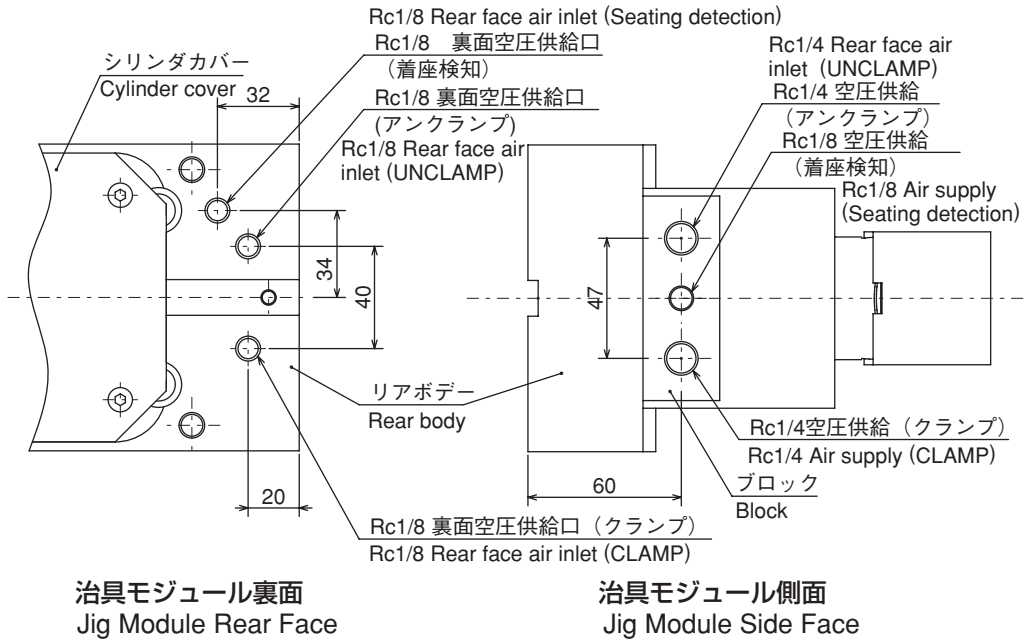
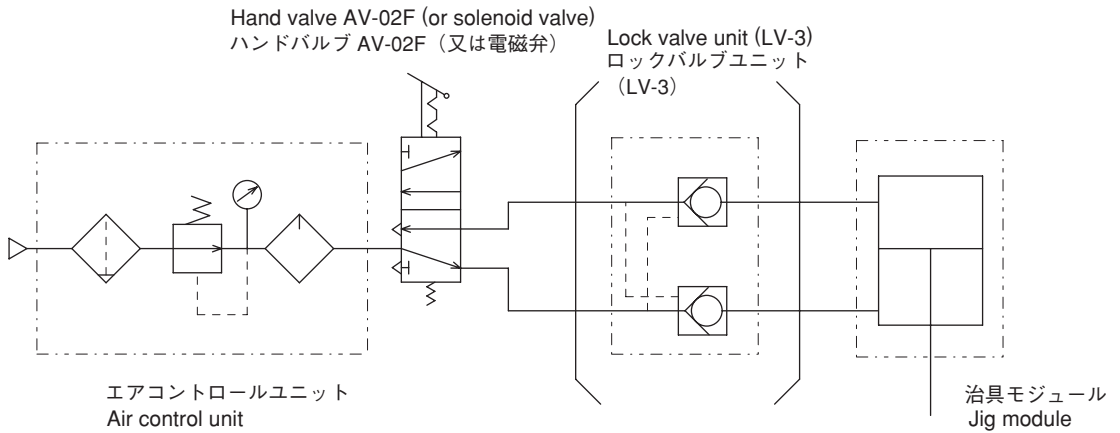

Fig.4-4 空圧回路図 Air Circuit Diagram
Fig.4-5 空圧配管図 Air Piping Diagram
(1) 配管方法
- ①エアコントロールユニットは、できるだけ治具モジュールの近くに取付けて下さい。
- ②配管内の塵埃は完全に除去して配管して下さい。塵埃が混入すると、エア漏れの原因となります。
- ③電磁弁使用の場合は必ず無通電時、把握する回路に配管して下さい。
- ④ルブリケータのオイル量(粘度ISO VG32相当品)を適正な量にして下さい。オイルがなくなるとシリンダ摺動面のOリングがねじれエア漏れの原因となります。
- ⑤Fig.4-4のように空圧供給はブロックの空圧供給口から行います。(詳細寸法はFig.1-1. 外形図を参照して下さい)
- ⑥空圧配管図の一例をFig.4-5に示します。
(1) Piping method
- ①Mount the air control unit to the jig module as near as possible.
- ②Remove dust in the pipes completely before piping. If the dust is mixed into the air, an air leakage will be caused.
- ③When the solenoid valve is used, route the clamping circuit with power source turned off.
- ④Keep the oil volume (equivalent to viscosity ISO VG32) of lubricator adequately. If oil is shortened, O-ring is twisted on the cylinder slide way, thus causing air leakage.
- ⑤Supply air from the air inlet of block as shown Fig. 4-4. (For detailed dimensions, refer to Fig. 1-1 Outline View).
- ⑥A sample of air piping drawing is shown in Fig. 4-5.